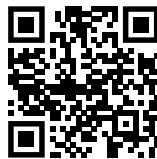

Fig. 139
- ▶ Abrir el Liebherr SmartMonitoring Dashboard. (consulte Fig. 139).